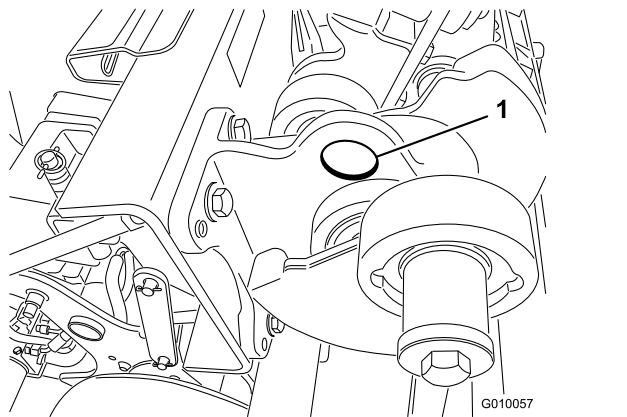

Figura 39
**Nota:** Se disponibile, utilizzate un paranco per sollevare la parte posteriore della macchina. Come punti di attacco per il sollevamento utilizzate i ganci ad occhiello nelle sedi dei cuscinetti della testa di carotaggio (Figura 39).